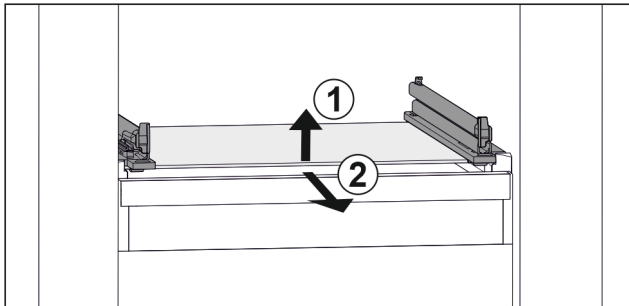

Fig. 51 Lasihyllyn esimerkinomainen kuvaus
- Nosta lasihyllyä edestä. Fig. 51 (1)
- Poista lasihylly vetämällä sitä eteenpäin. Fig. 51 (2)